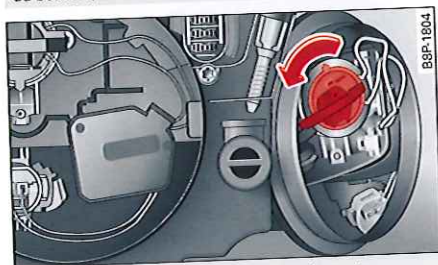

Fig. 214 Douille de l'ampoule du feu de route
La procédure de remplacement de l'ampoule est décrite pour le phare principal gauche. Pour des raisons de clarté, la ⇒ fig. 214 montre l'intérieur du phare déposé.
- ▶ Tournez la fiche à oreilles dans le -sens de la flèche- jusqu'en butée ⇒ fig. 214 et retirez la fiche avec l'ampoule du boîtier du phare.